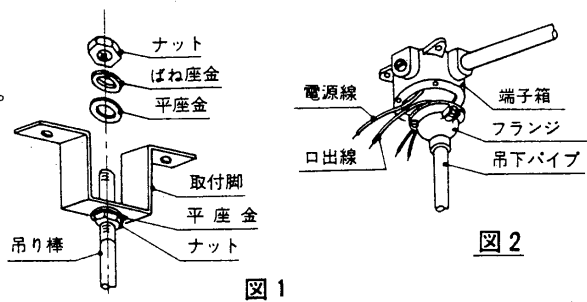

図1
4. 吊り棒を取付脚に図1のように平座金、ばね座金、ナットの順に入れ仮り止めしてください。